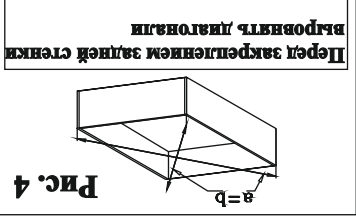

Рис. 4
5.4. Уложить корпус шкафа передней частью вниз и выровнять по диагонали. Закрепить заднюю стенку **9** на корпусе шкафа гвоздями **г1** при помощи молотка (рис.4). **Примечание:** В модулях ПН1 50, ПН1 60 задняя стенка состоит из двух частей и соединительной планки!